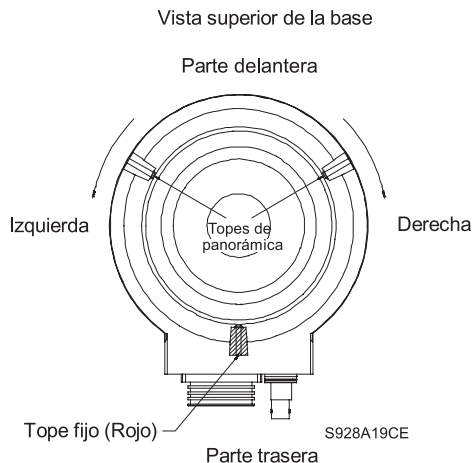

Figura 3: ubicaciones de los topes de panorámica (modelos de 345°)
Los dos (2) topes de panorámica son ajustables y están sujetos por un tornillo de fijación. Se puede acceder a los tornillos a través del orificio del extremo de cada tope. Utilice una llave Allen de 3/32 pulgadas (suministrada) para aflojar y apretar el tornillo de fijación. Consulte la **Figura 3**.